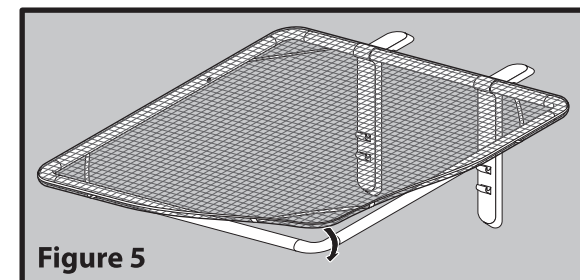

Figure 5
5. Place the mesh material securely onto the shelf framework (figure 5).
5. Bien fixer le treillis à la structure de l'étendoir (figure 5).